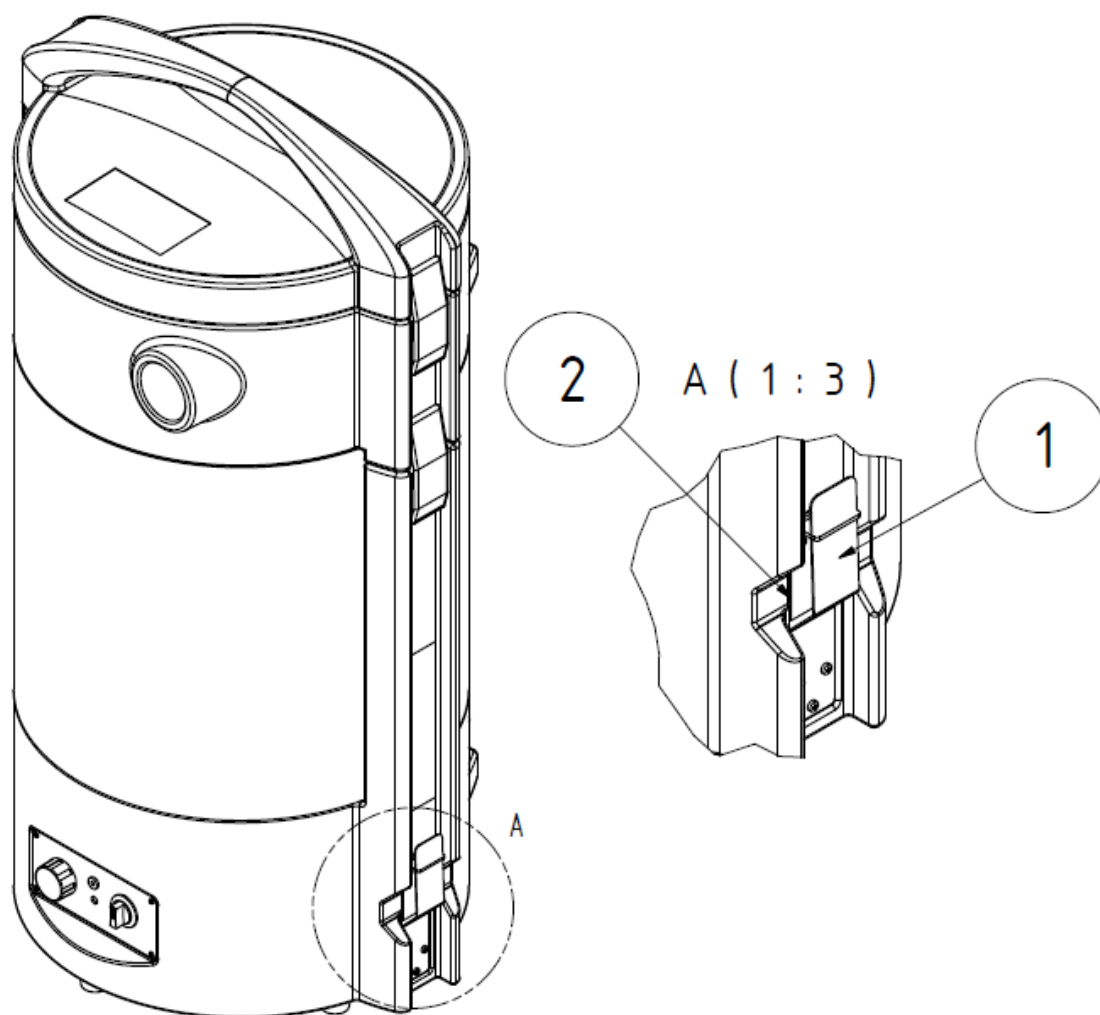

Figure 4, Dispositif automatique démarrage/arrêt
Dès que le capteur (fig. 4) dans le câble de masse détecte un courant, l'appareil démarre et ne s'arrête qu'après la fin du processus de soudage et une brève temporisation
- Retirez la languette élastique (fig. 4 pos. 1) jusqu'à ce que le câble de masse de l'appareil de soudage puisse se poser entre la tôle support (fig. 4, pos. 2) et la languette élastique.